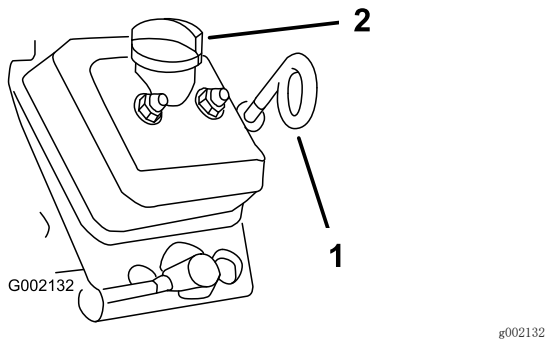

图 32
3. 用抹布清洁量油尺和加油颈盖（图 32）周围的区域，防止灰尘落入量油尺管道或加油颈并损坏发动机。
4. 取出量油尺并擦拭干净（图 32）。
5. 将量油尺滑入量油尺管道中，并确保它完全插入（图 32）。
8. 安装加油颈盖（图 32）。
9. 安装量油尺并固定到位（图 32）。